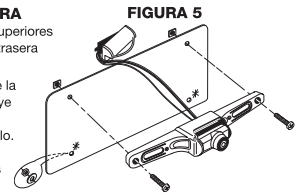

FIGURA 5
2. Para acomodar el grosor de la cámara **RVC1R**, el kit incluye 2 pernos largos para la matrícula trasera del vehículo. Primero inserte los dos pernos (ya sea los originales o los nuevos) a través del soporte de la **RVC1R** y luego a través de la matrícula del vehículo y colóquela nuevamente en el vehículo. (vea la Figura 5).